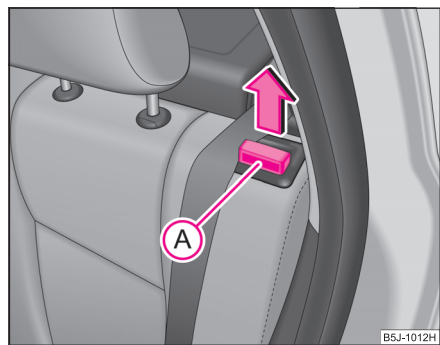

Abb. 54 Rücksitzlehne entriegeln
- Entriegeln Sie die Rücksitzlehne durch Ziehen des Sicherungsknopfs A und klappen Sie sie nach vorn ⇒ Abb. 54.
- Vergewissern Sie sich, dass die rote Fläche des Sicherungsknopfs A nicht zu sehen ist ⇒ Seite 76, Abb. 54.